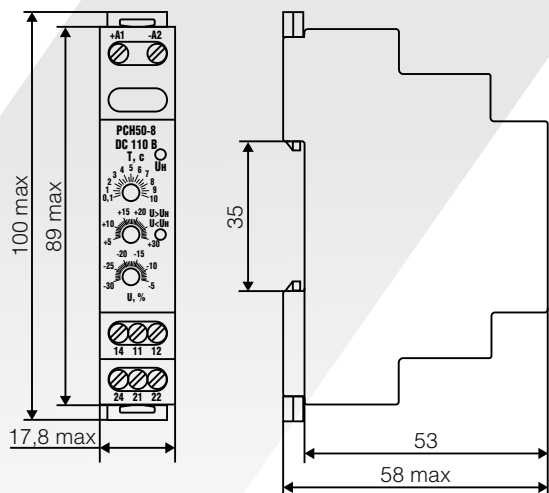
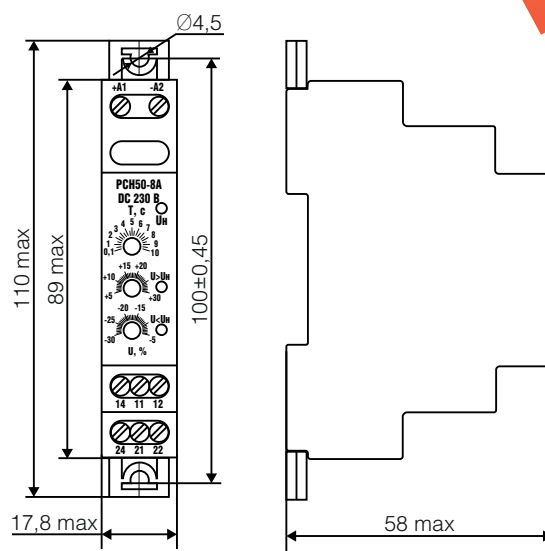

Рисунок 2. Габаритные размеры PCH50-8
Рисунок 3. Габаритные размеры PCH50-8A
У реле типов PCH50-8 и PCH50-9 (рис. 2) только один индикатор аварийного события, а у реле PCH50-8A и PCH50-9A (рис. 3) два индикатора аварийного события.
- на DIN-рейку 35 мм (рисунок 2);
- винтами (рисунок 3).